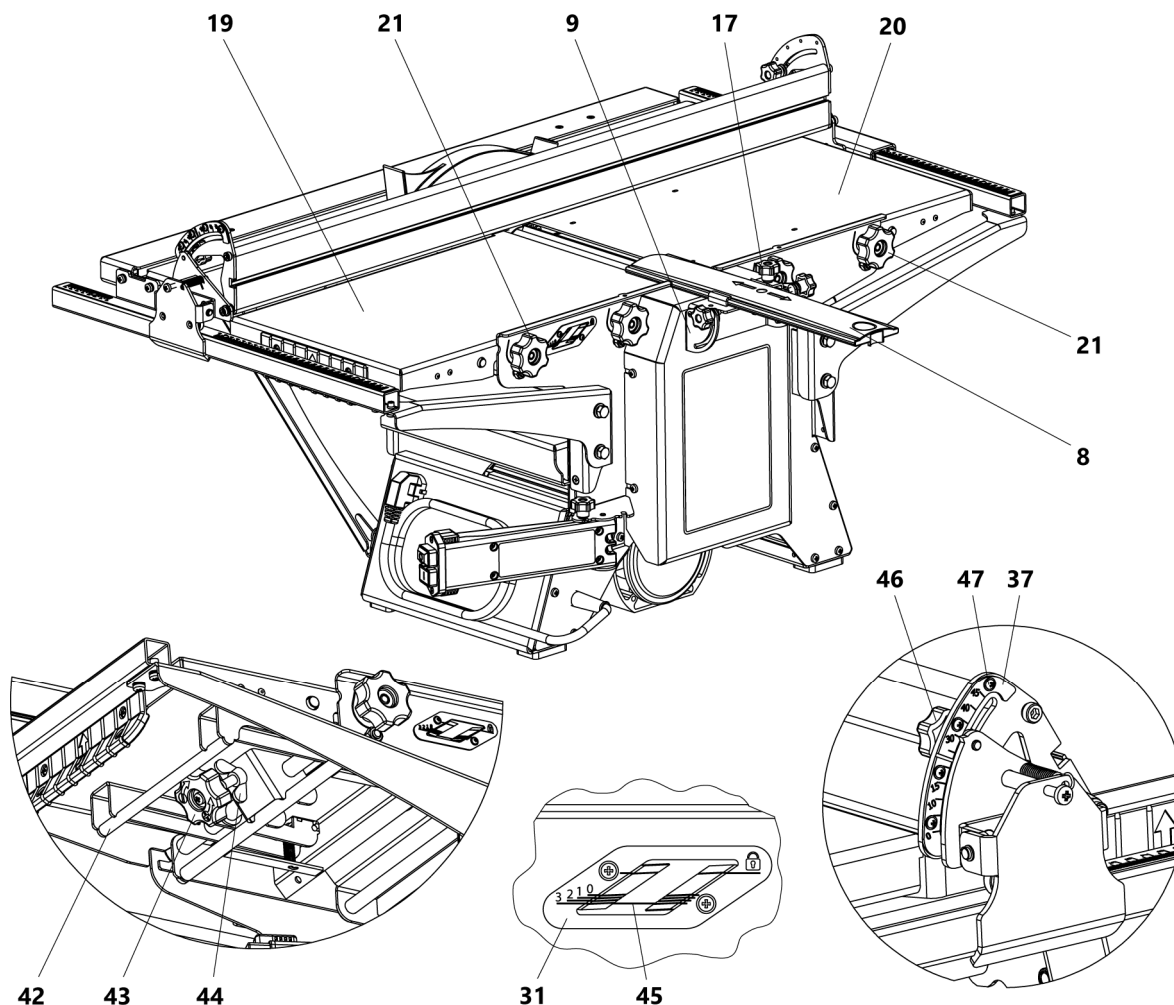

Рисунок 7. Установка строгальных столов и глубины строгания
- ослабить гайки-барашки 21 стола строгального приёмного 20 (рис. 7);
Ограждение ножевого вала 8 предназначено для закрытия той части вращающегося ножевого вала, которая не находится в зоне резания (нерабочая часть ножевого вала) во время работы станка (рис. 7).
Для быстрой и точной установки крайних значений служат упоры на регулируемых шкалах угла наклона 37. Регулировка шкал осуществляется с помощью угольника 90° и 45° с последующей фиксацией винтами 47 (рис. 7).